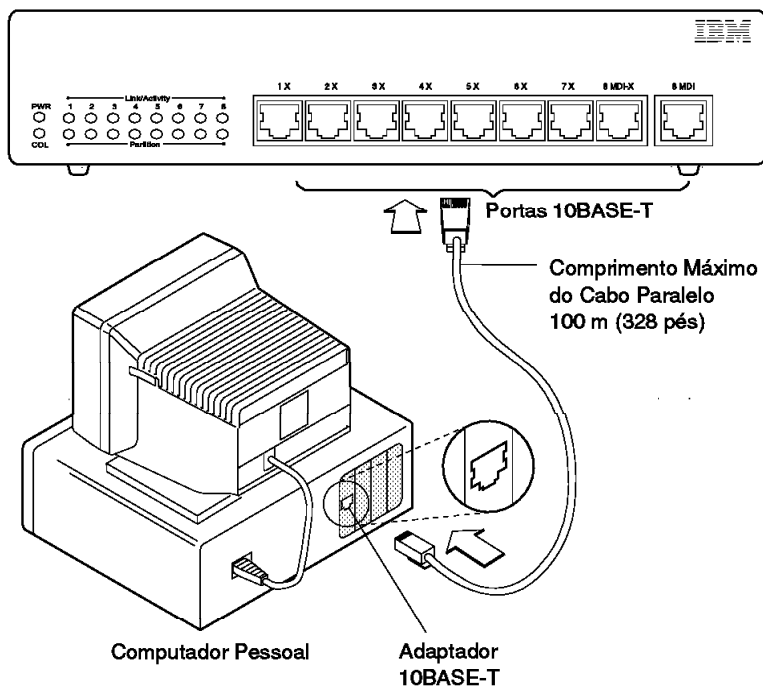

Figura 2-3. Utilização de um Cabo Paralelo
- 2 Conecte uma extremidade do cabo paralelo ao conector 10BASE-T do adaptador (muitas vezes chamado de NIC) no dispositivo e outra extremidade na outra porta 10BASE-T do hub. Consulte a Figura 2-3 na página 2-7 para visualizar esta conexão. Se o dispositivo possuir uma 10BASE-T externa em vez de um adaptador interno, conecte o cabo paralelo ao transmissor/receptor e depois ao hub.